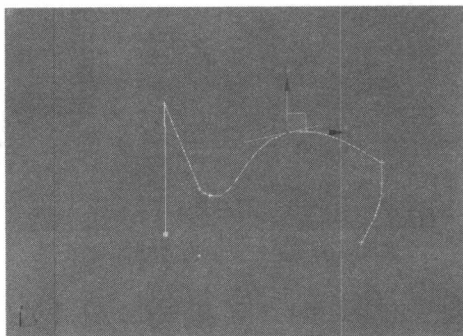

图 2-16 调整顶点后的效果
Step 16 利用移动工具  调整顶点两端的调节端点，最后得到如图 2-16 所示的效果。